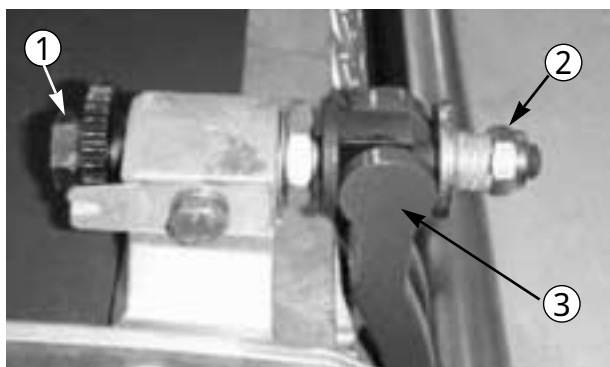

図 17
1. ベッドバー調整ネジ(図17)を左に回してリールとの接触をなくす。
2. スプリング・テンション・ユニット(図17)をゆるめてワッシャのテンションを完全に無くす。